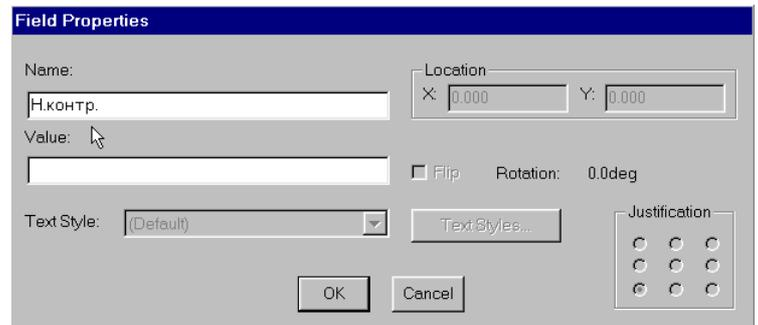

Рис. 4-12. Задание имени нового поля
- 3) На панели **Field Properties** (Свойства поля) (рис. 4-12) в окне *Name* (Имя) напечатайте **Н. контр.** Окно *Value* (Значение) оставьте пустым.